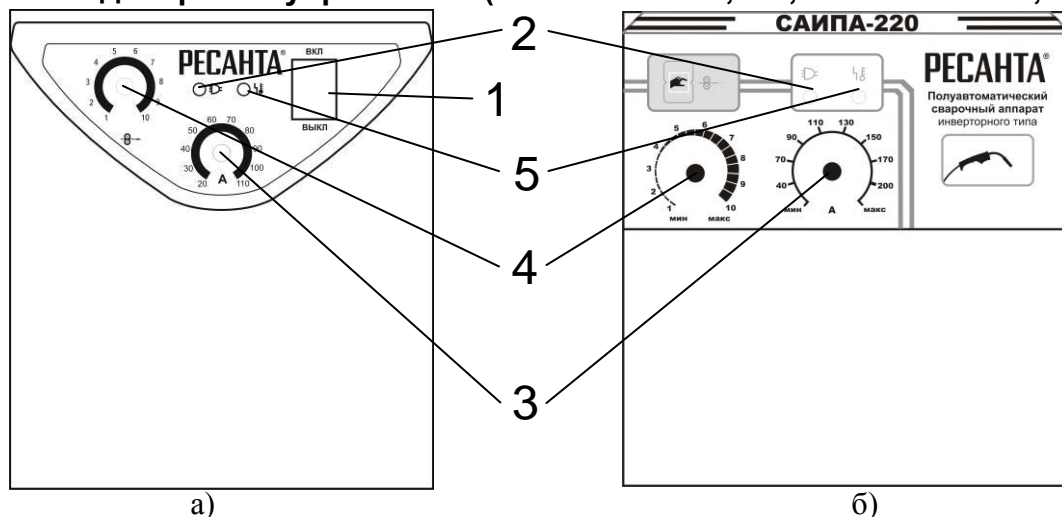

рис. 1
7. Включить аппарат выключателем на передней панели (рис. 1, поз. 1). загорится индикатор «Сеть» (рис. 1, поз. 2).
8. Установить регулятор подачи проволоки (рис. 1, поз. 4) в среднее положение.
9. Кратковременными нажатиями на кнопку сварочного пистолета добиться протягивания проволоки через механизм подачи. При необходимости отрегулировать скорость подачи проволоки регулятором (рис. 1, поз. 4).
10. Выключить аппарат выключателем на передней панели (рис. 1, поз. 1).
13. Включить аппарат выключателем на передней панели (рис. 1, поз. 1). загорится индикатор «Сеть» (рис. 1, поз. 2).
14. Регулятором сварочного тока (рис. 1, поз. 3) установить необходимое значение.
16. Выключить аппарат выключателем на передней панели (рис. 1, поз. 1).